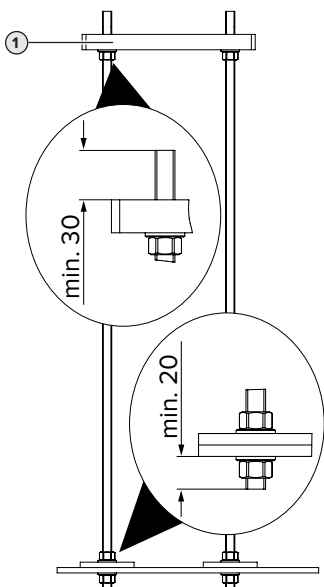

Fig. 3: Poziția șaibelor și piulițelor [mm]
- ▶ Asigurați platbandele cu o piuliță și o șaibă, respectând Fig. 3. Acordați atenție alinierii pe orizontală a setului de fixare a fundației.
- ▶ Montați placa de fundație, respectiv placa adaptoare aferentă (1) (disponibilă ca accesoriu) respectând Fig. 3 pe setul care servește la fixarea pe fundație.